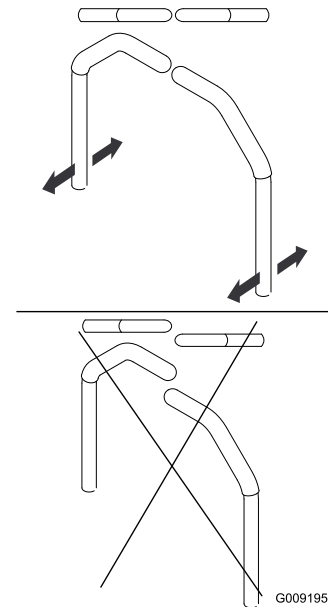

Figura 85
4. Alinee las palancas en el sentido adelante/atrás acercándolas a la posición de PUNTO MUERTO, y moviéndolas hasta que estén alineadas; luego apriete los pernos (Figura 85).